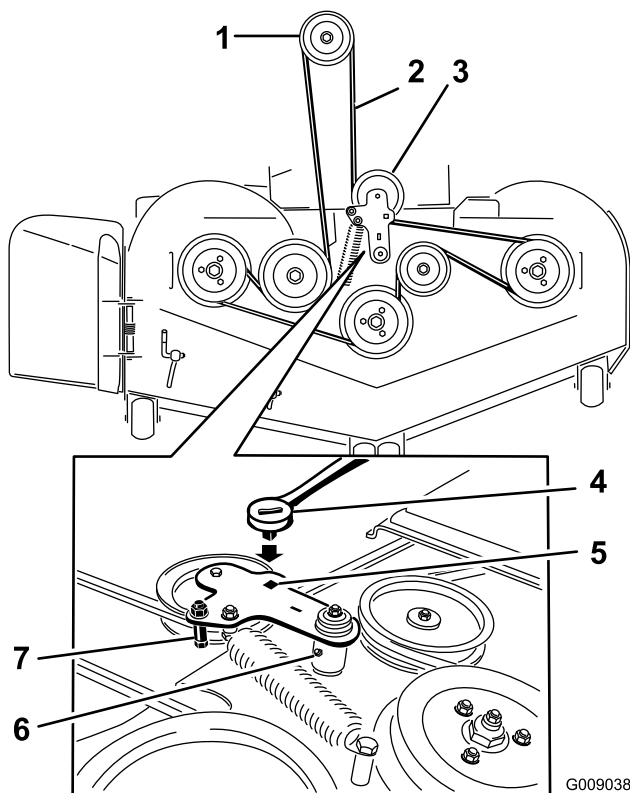

Figura 81
7. Inserite un cricchetto nel foro quadrato del braccio di rinvio per allentare la molla del tenditore (Figura 81).
9. Togliete il guidacinghia dal braccio di rinvio a molla mostrato in Figura 81.
11. Montate la nuova cinghia attorno alle pulegge del tosaerba e alla puleggia della frizione, sotto il motore (Figura 81).
12. Montate il guidacinghia sul braccio di rinvio mostrato in Figura 81.
13. Con il cricchetto nel foro quadrato, montate la molla del tenditore (Figura 81).